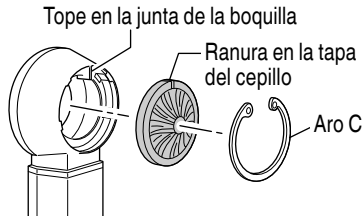

Fig. 20
- ① Retire la boquilla de la junta, tal y como se muestra en la figura.
- ② Coloque una nueva junta de la boquilla. Alinee la muesca de la boquilla de tal modo que la junta encaje en la forma exterior de la boquilla.
- (b) Sustitución de la tapa del cepillo (Fig. 20)